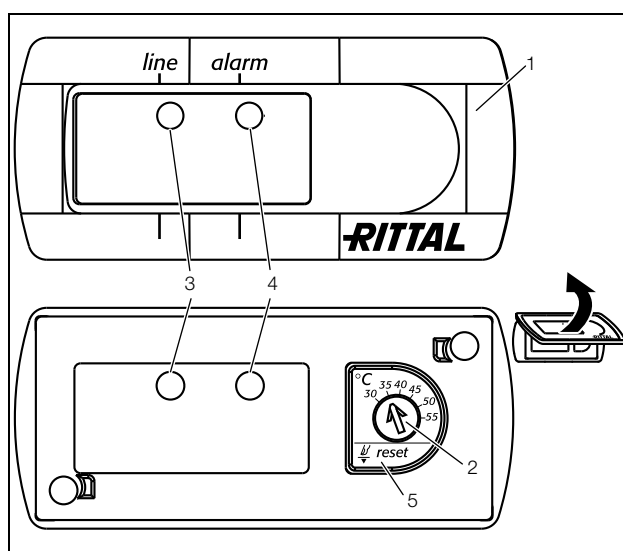

Fig. 28 : régulateur basic
Le régulateur basic assure la surveillance et la régulation du climatiseur. Le témoin lumineux vert signale la mise sous tension et le fonctionnement normal de l'appareil, le témoin rouge signale un défaut (voir fig. 28, n° 3 et 4) :
- Régler la température de consigne sur la valeur souhaitée à l'aide du bouton de réglage (fig. 28).
- Appuyez sur la touche Reset (fig. 28, n° 5) pendant au moins 3 secondes.